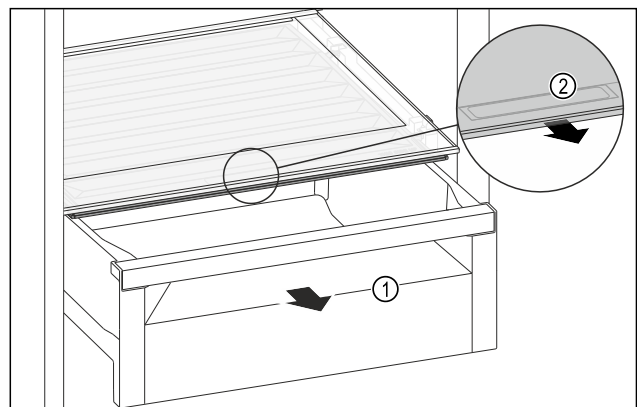

Fig. 146
- Dra ut utdragslådan Fig. 146 (1).
- Ta tag i fördjupningen Fig. 146 (2) på facklocket och dra samtidigt facklocket framåt.